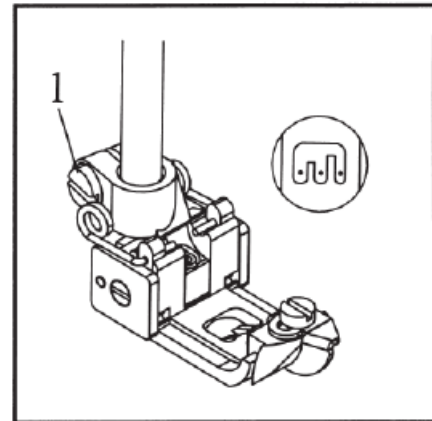

Рис. 12
После регулировки затяните винт (1) (см. Рис. 12)